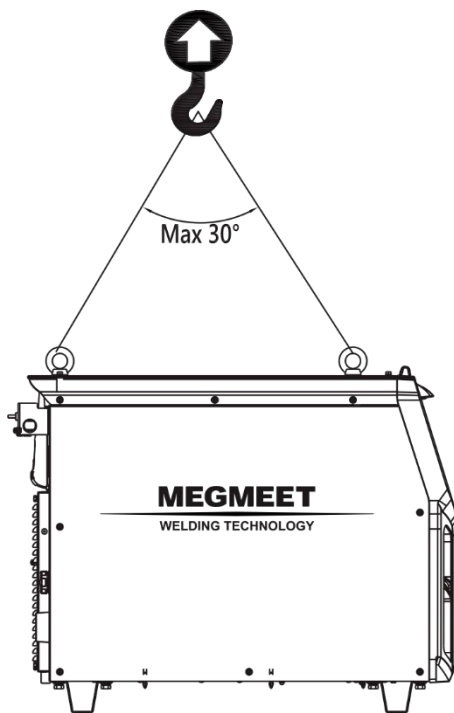

图2-1 搬运示意图
3. 对焊接电源进行吊装时，请使用吊环装吊，并且要用 2 根吊带，吊带的夹角必须小于 30 度。如图 2-1 所示。